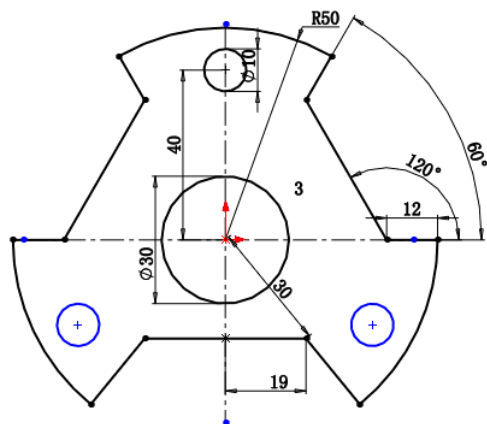

图 2-113 圆周阵列草图
(8) 圆周阵列草图。单击“草图”工具栏中的  (圆周草图阵列) 按钮，选择直径为 10 mm 的小圆，阵列数目为 3，圆周阵列草图如图 2-113 所示。